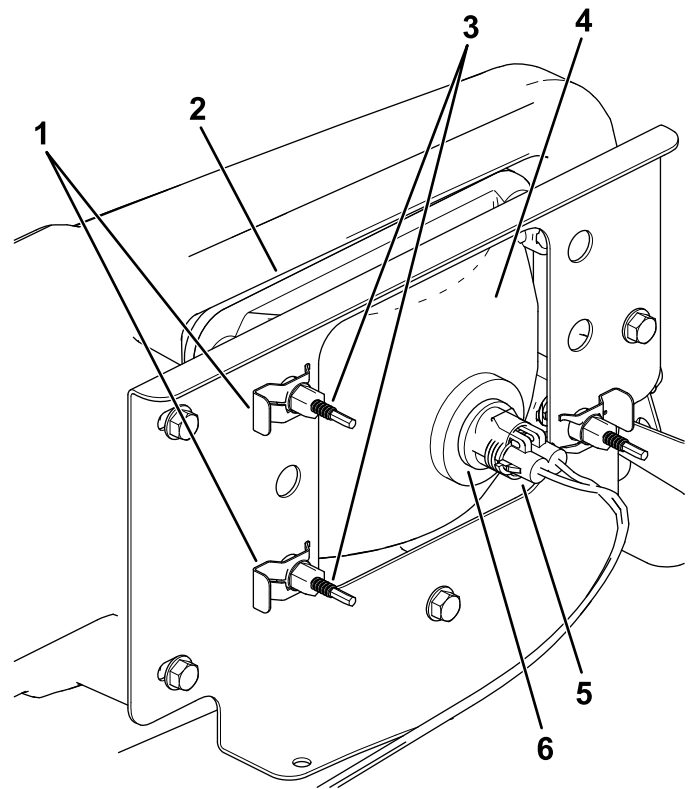

Figure 43
3. Débranchez le connecteur électrique sur le faisceau du connecteur du phare (Figure 43).
4. Retirez les clips rapides qui fixent le phare sur son support (Figure 43).
5. Déposez le phare en le poussant vers l'avant et hors de l'ouverture dans le pare-chocs avant (Figure 43).
6. Insérez le phare de rechange dans l'ouverture du pare-chocs (Figure 43).
8. Branchez le connecteur électrique du faisceau sur le connecteur du phare (Figure 43).
5. Au dos du phare, tournez les vis de réglage (Figure 43) afin de faire pivoter le phare et d'aligner la position du faisceau projeté.